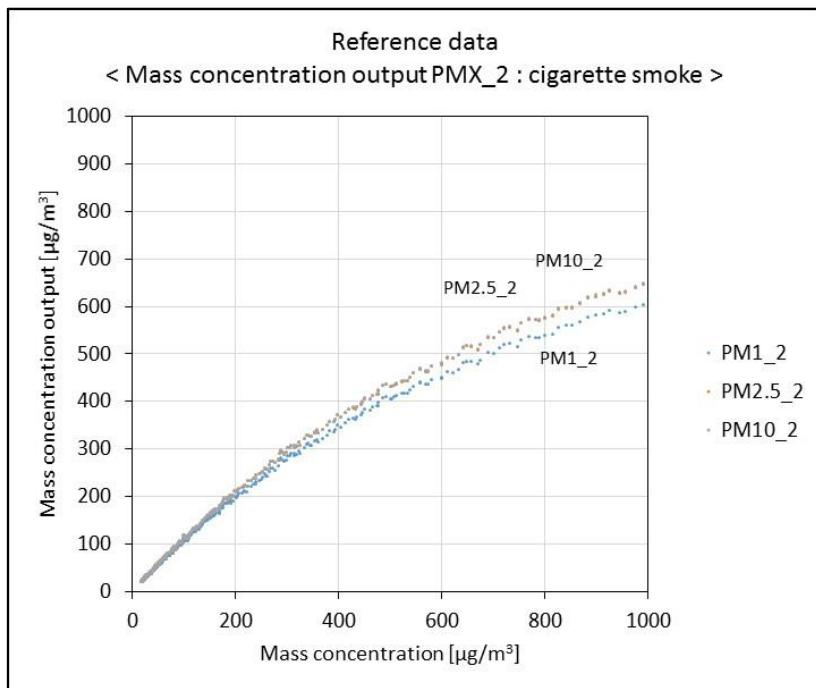

Fig. 17. 質量濃度出力 : たばこ煙 (Mass concentration output : cigarette smoke)
- 横軸の質量濃度 [$\mu\text{ g}/\text{m}^3$] の測定には、TSI社製 DustTrak™ II _model8530を基準計測器として使用。Fig. 17のたばこ煙の測定に関しては、基準器の出力に調整係数 : 0.38を掛けています。
- To measure the mass concentration [$\mu\text{ g}/\text{m}^3$] on the horizontal axis, TSI DustTrak™ II _model8530 is used as a reference measuring instrument. For the measurement of cigarette smoke in Fig. 17, the output of the reference instrument is multiplied by an adjustment factor of 0.38.